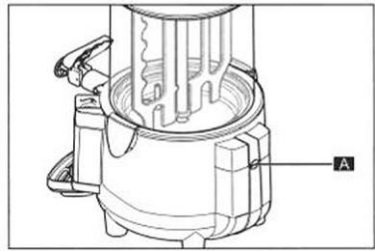

Fig. 2
4. Rimuovere la vite di sicurezza (A) (fig. 2), servendosi di un adeguato utensile.